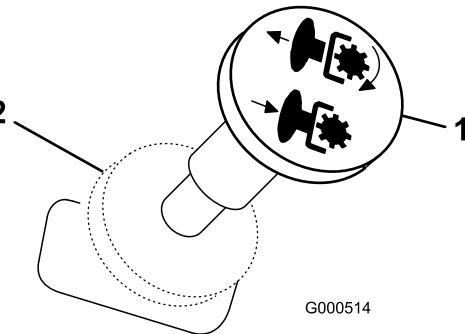

Bild 13
Schieben Sie zum Auskuppeln den ZWA-Schalter auf **Aus** (Bild 13).
4. Ziehen Sie den Zapfwellenantriebsschalter (ZWA) heraus, um ihn zu aktivieren (Bild 13).